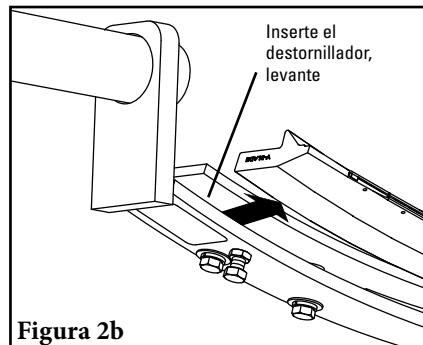

Figura 2b
- Desde un extremo, inserte un destornillador debajo de la hoja y levante ligeramente y retire del sujetador de la hoja. (Figura 2b). En cuanto la hoja se libere, retírela con la mano.